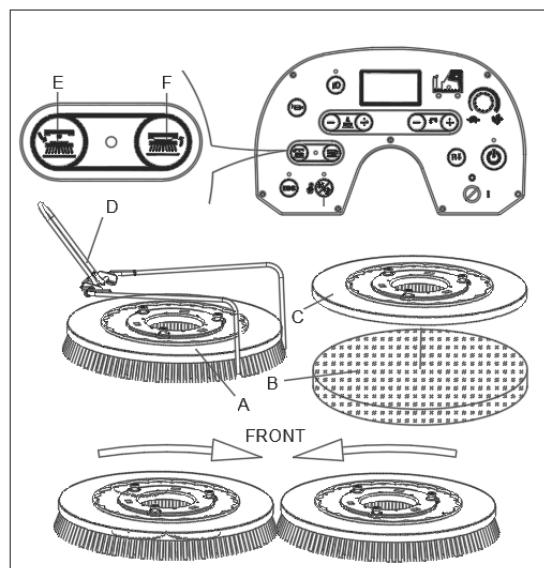

Figure 8
Installer soit la brosse (A, Figure 8) soit le support de disque (B et C, Figure 8) selon le type de sol à nettoyer.
2. Placer les brosses (A, Figure 8) ou les supports de disque (B Figure8) sous le plateau. Utiliser la butée d'installation de la brosse (D, Figure8) pour faciliter la recherche de la bonne position de la brosse/du support de disque.
3. Installer la brosse/le support de disque, en appuyant sur le bouton à clic de la brosse/du support de disque (F, Figure 8) ; la brosse/le support de disque sera automatiquement installé. Le sens de rotation est indiqué (Figure 8). Le voyant LED clignotera.
2. Insérer la clé de contact (53, Figure 3) et la tourner sur « I ».. S'assurer que la brosse/le support de disque est en position haute (HAUT). Retirer la brosse/le support de disque, en appuyant sur le bouton de déblocage de la brosse/du support de disque (E, Figure 8) ; la brosse/le support de disque sera automatiquement débloquent. Le voyant LED sera fixe.